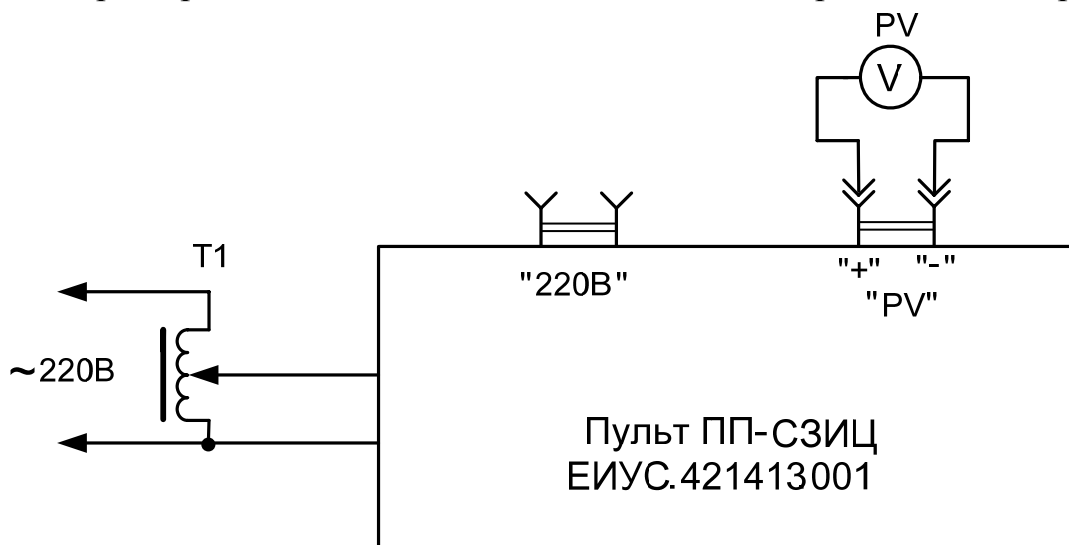

Рис.1. Схема проверки возможности регулировки напряжения питания проверяемых сигнализаторов.
4.4.1 Проверку возможности регулировки напряжения питания проверяемых сигнализаторов производить в соответствии со схемой, приведенной на рис.1.